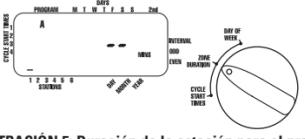

ILUSTRACIÓN 5: Duración de la estación para el programa A
- Coloque el selector giratorio en la posición **ZONE DURATION (DURACIÓN DE LA ZONA)** sea en el programa A o en el B. La pantalla mostrará el programa que ha seleccionado con un "A" o una "B" y el cursor intermitente - - en la estación "1" [Vea la ilustración 5].